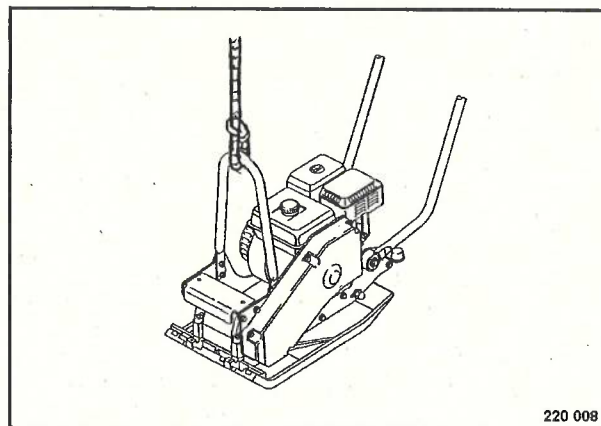

Fig. 1
- Para cargar la placa de vibración (Fig. 1) enganchar el dispositivo elevador (cable) en la montura de protección del motor.